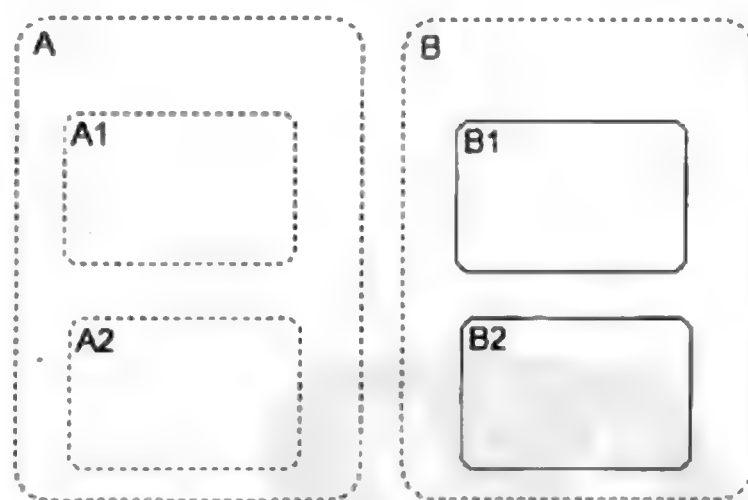

图 3.1.9 并行状态
(2) 并行状态(AND)。并行状态的矩形框边缘显示为虚线,同一级的并行状态,可在同一时刻被激活。并行状态如图3.1.9所示。状态A与状态B是并行的,它们可同时处于激活状态;子状态A1与A2也同时处于激活状态,而子状态B1与B2只能有一个处于激活状态。